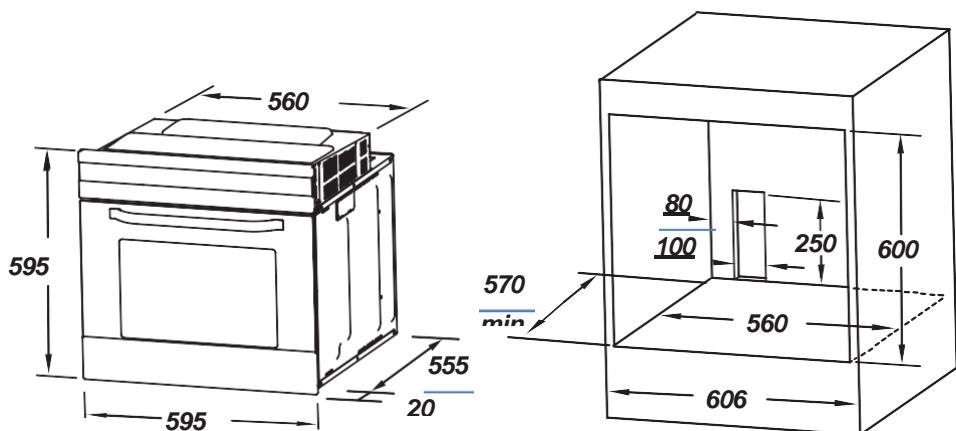

Fig. 1
- Ouvrez la porte du four. Ouvrez le couvercle à charnières de la porte du four jusqu'à la position maximale (voir figure 1).